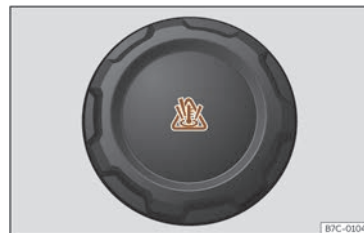

Fig. 210 Van dianteiro: tapón do depósito de expansión do líquido refrixerante.
- O depósito de expansión do líquido refrigerante do motor recoñécese polo símbolo que hai sobre a tapa  >>> **fig. 210**